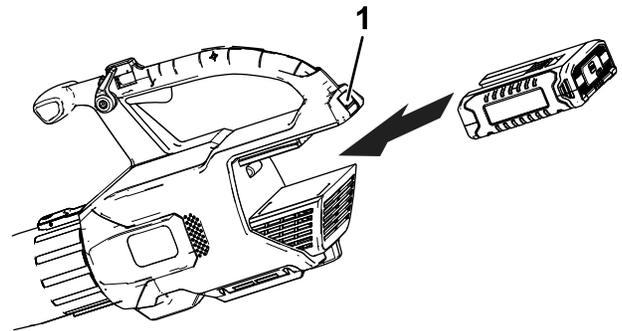

Figura 4
2. Alinee el hueco de la batería con la lengüeta del alojamiento de la empuñadura, sujete la empuñadura, e introduzca la batería en la empuñadura hasta que el cierre encaje en su sitio (Figura 4).